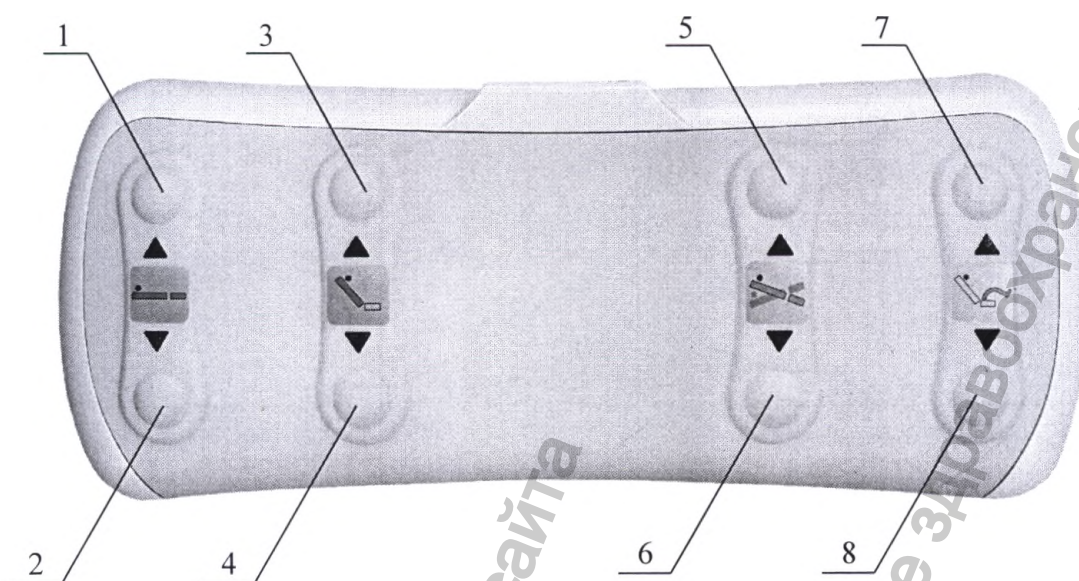

Рисунок 11. Блок управления педальный беспроводной.
11. Блок управления педальный беспроводной (Рисунок 11).
Блок управления работает от двух элементов питания (батареек) типа AAA, 1,5V. Чтобы установить или заменить элементы питания необходимо с обратной стороны блока управления снять крышку 1, открутив винт 2 (Рисунок 11а). Установите элементы питания согласно рисунку и закройте крышку.
Рисунок 11а. Установка (замена) элементов питания.